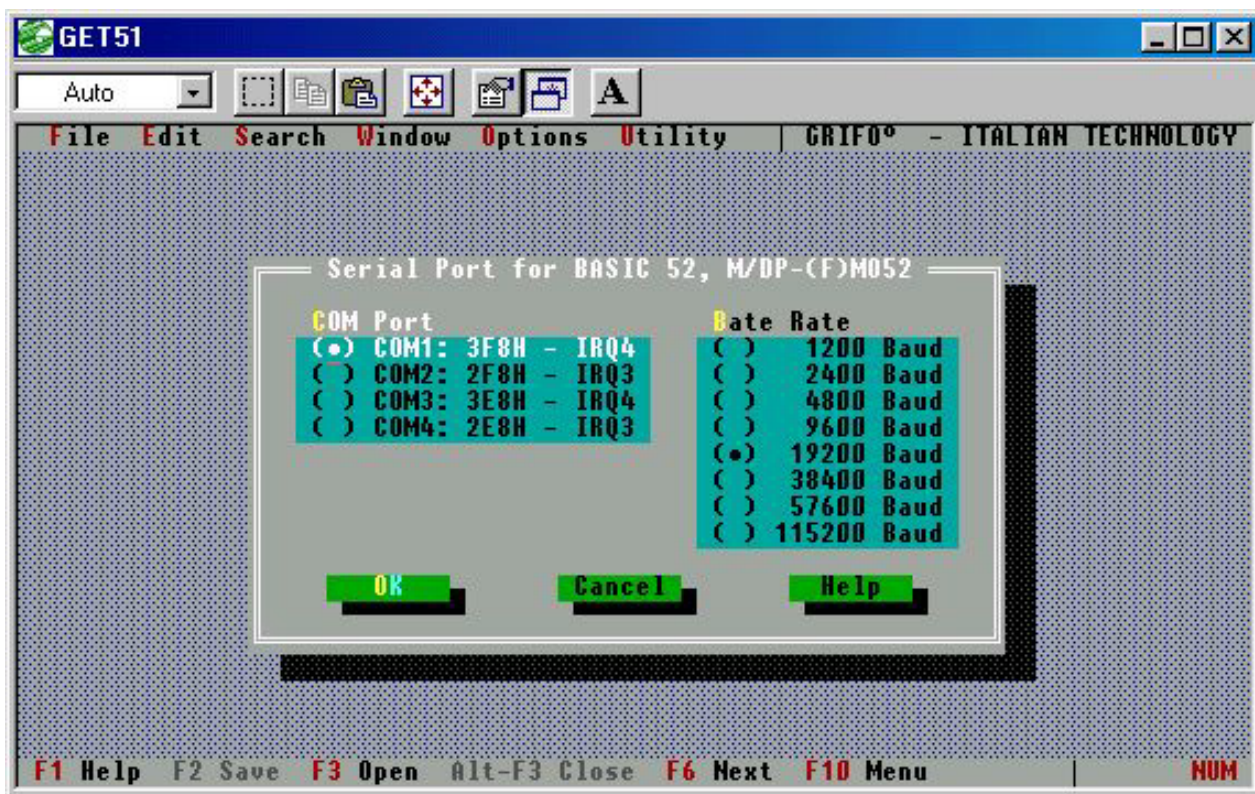

FIGURA 7: CONFIGURAZIONE DELLA SERIALE DEL GET 51
- Tramite il menu Options | Serial Port, configurare i parametri della porta seriale come da figura 7, mettendo nella voce COM port il nome della porta seriale del PC alla quale avete collegato la seriale principale della scheda **GPC**®, e premere OK.